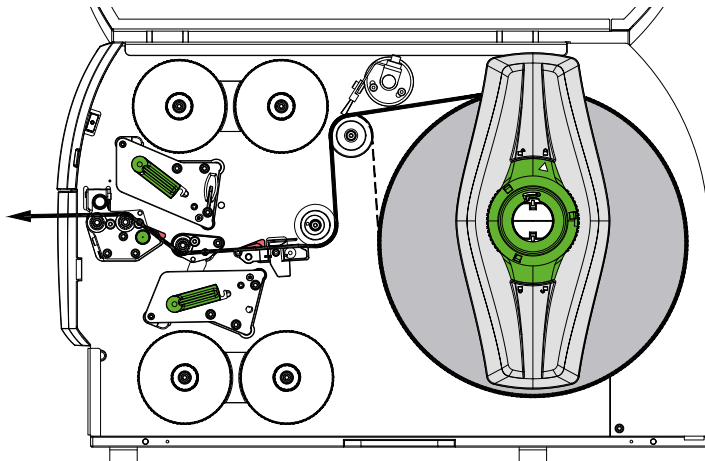
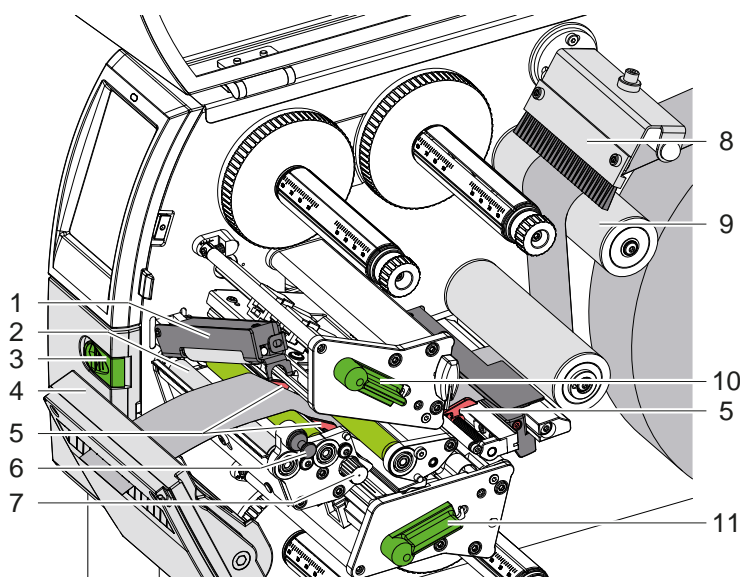

Figura 12 Scorrimento del materiale
Figura 13 Inserimento materiale nella meccanica di stampa
1. Svolgere le strisce di materiale dal rotolo e condurre alla meccanica di stampa come indicato in Figura 12.
2. Tirare il perno di arresto (6). Il sistema di pressione (1) si solleva.
3. Ruotare la leva (10) in senso antiorario e la leva (11) in senso orario, al fine di sollevare entrambe le testine di stampa.
4. Sollevare la spazzola (8) dal rullo di rinvio (9).
5. Allontanare le guide (5) ruotando la manopola (7) finché il materiale non si inserisce tra di esse.
6. Far passare il materiale attraverso entrambe le unità di stampa fino al rullo di trazione (2) come indicato in Figura 13 e posizionarlo tra le guide (5).
7. * Dispositivi con taglierina: Spingere il pulsante (3) lateralmente e allontanare il gruppo taglierina (4) dalla stampante, far scorrere il materiale tra le lame della taglierina e abbassare quest'ultima.
8. Avvicinare le guide ai bordi del materiale ruotando la manopola (7).
10. Tirare il perno di arresto (6). Spingere il sistema di pressione (1) verso il basso e bloccare con il perno di arresto.
13. Abbassare la spazzola (8) sul rullo di rinvio (9).